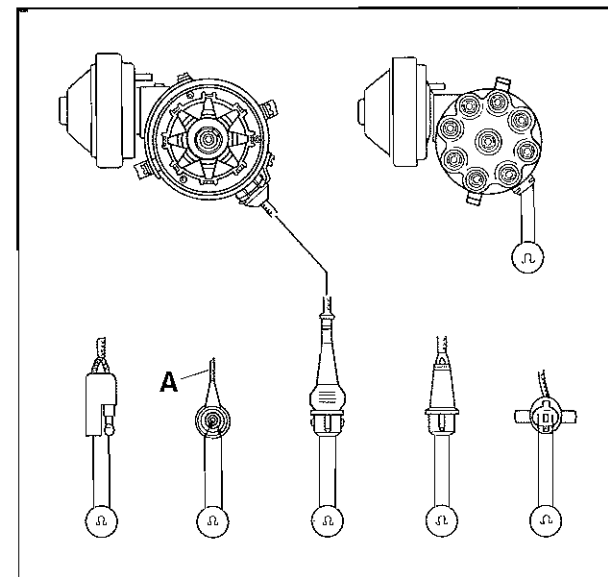

Fig. 10 - Resistenza trasduttore
- Controllare la resistenza trasduttore compreso il cavo di comando oppure la presa di innesto del distributore di accensione senza cavo di comando, tramite ohmmetro (**Fig. 10**) e a temperatura ambiente ($15 \div 40\text{ }^{\circ}\text{C}$).
- Check transducer resistance including control cable or ignition distributor socket without control cable using ohmmeter (**Fig. 10**) and at room temperature ($15 \div 40\text{ }^{\circ}\text{C}$).